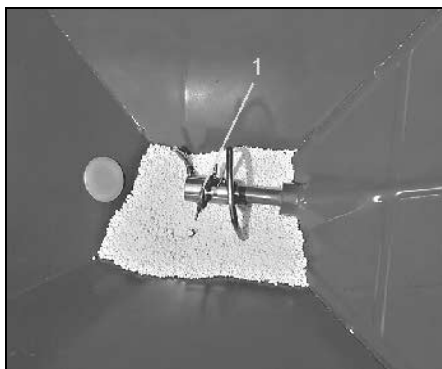

Fig. 57
- Omröraraxlarna är **skyddade** mot överbelastning av fjädersprintarna (Fig. 57/1)